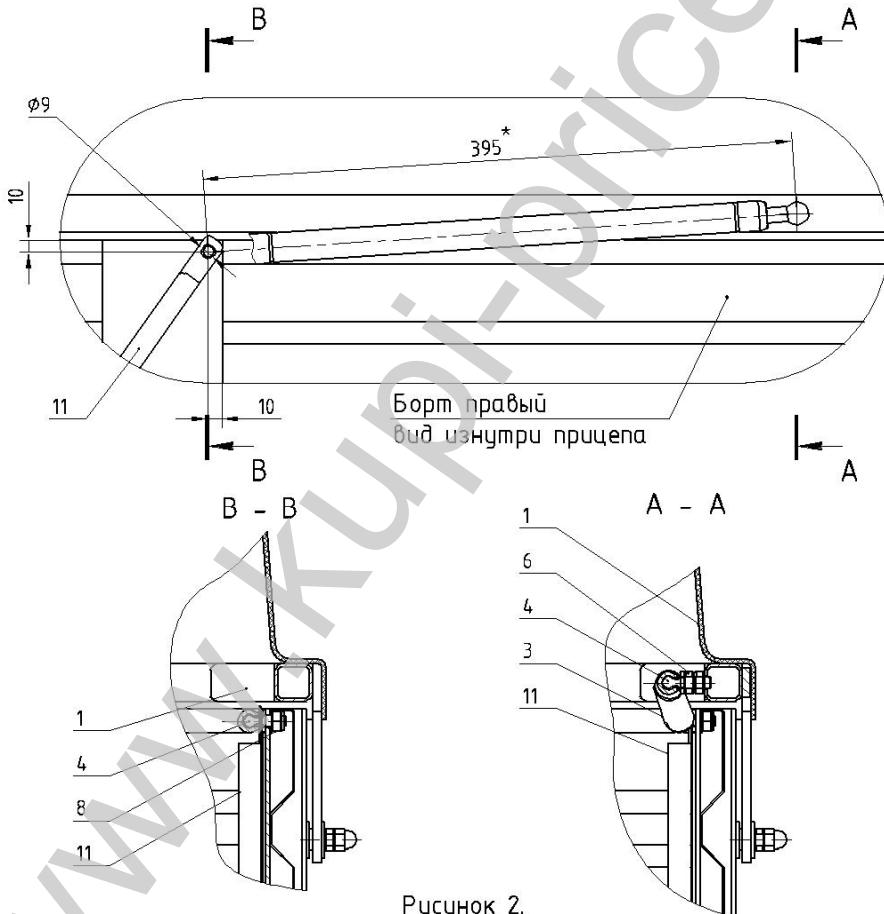

Рисунок 2.
11. Прикрутить верхние шаровые шарниры 4 через дистанционную гайку 6 (рис. 2, сечение А-А и сечение В-В).
12. Просверлить отверстие Ø9мм в левом и правом борту прицепа на расстоянии 10мм от верхнего края борта и 10мм от заднего края стойки, как показано на рис.2.
13. Прикрутить нижние шаровые шарниры 4 (рис. 2, сечение Б-Б).
15. Установить стопоры газового упора 10 и 11 (рис. 2).